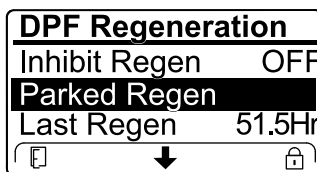

Bild 49
- Wenn der Motorcomputer eine Wiederherstellung-Regenerierung anfordert oder eine Wiederherstellung-Regenerierung ausführt und Sie auf die Option PARKED REGEN. navigieren, ist die geparkte Regenerierung gesperrt und das Schloss-Symbol (Bild 49) wird unten rechts im InfoCenter angezeigt.